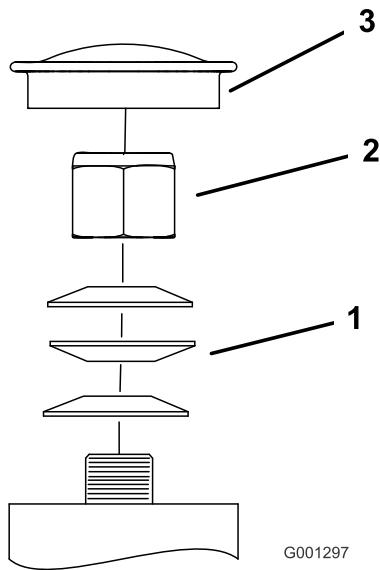

図 52
3. キャスターからダストキャップを外してロックナットを締め付ける（図 52）。
4. スプリングワッシャが平たくつぶれるまでロックナットを締め付け、その位置から $1/4$ 回転もどすと、ベアリングに対して適切な予負荷がかかる（図 52）。
5. ダストキャップを取り付ける（図 52）。